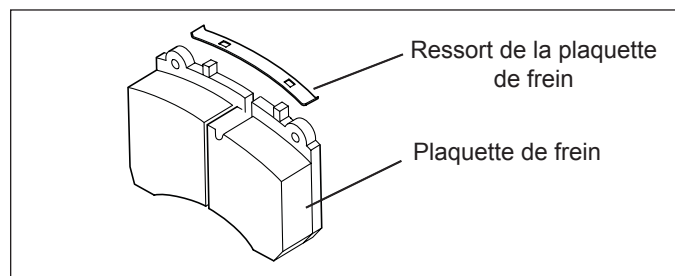

Figure 13 – Pose du ressort de maintien de la plaquette
1. Pose des ressorts sur les plaquettes : Insérer une extrémité du ressort de maintien dans le tenon supérieur de la plaquette (cf. Figure 13). Appuyer ensuite délicatement de manière à engager à fond le second tenon, en veillant à garder à l'écart les doigts, etc., du ressort pendant qu'il se loge en place.